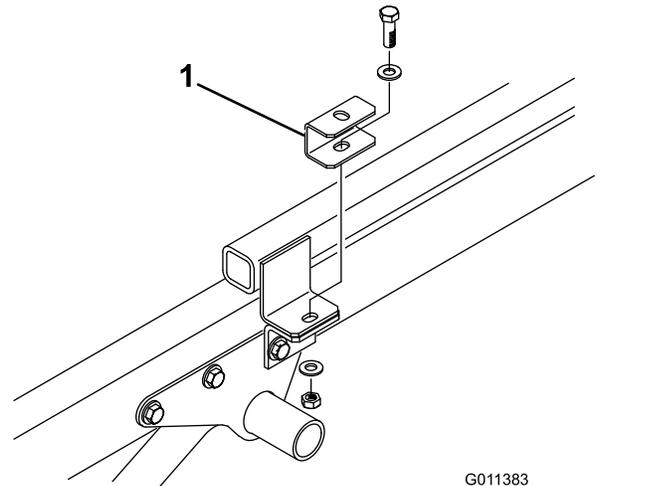

図 7
4. 各ヒッチフレームのタブに、スペーサを取り付けて固定する先ほど取り外したキャップスクリュー、平ワッシャ2枚、ロックナットを使用する 図 7。
5. 車両のフレームにトップドレッサを載せ、後取り付けブラケットの穴を、左右のフレームの穴に合わせる 図 7。